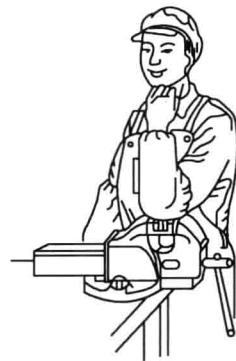

图1-2 台虎钳的高度
(2) 钳台(钳桌) 用来安装台虎钳、旋转工具和工件等。台虎钳高度为800~900mm，装上台虎钳后，钳口高度以恰好齐人的臂肘为宜(图1-2)；长度和宽度随工作需要而定。
(3) 砂轮机 用来刃磨钻头、錾子等刀具或其他工具等，由电动机、砂轮和机体组成。
(4) 钻床 用来对工件进行各类圆孔的加工，有台式钻床、立式钻床和摇臂钻床等。